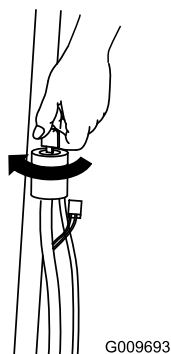
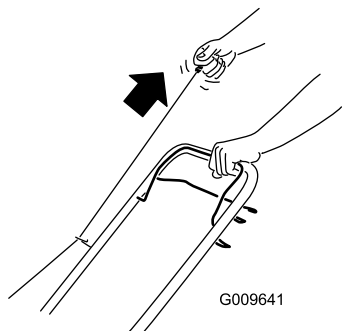

Figure 10
Figure 11
2. Tournez la clé de contact (Figure 10) ou tirez la poignée du lanceur (Figure 11).